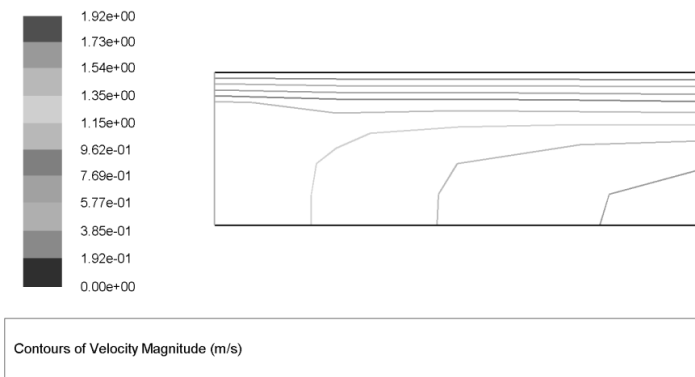

Рис. 1.63
- 4) В графическом окне будут изображены изолинии модуля скорости, рис. 1.63.